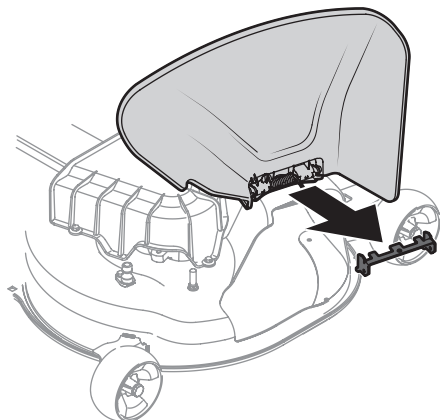

Figure 9
2. Soulevez le déflecteur de la goulotte d'éjection afin de pouvoir dégager et retirer le support d'arrêt. Abaissez le déflecteur de la goulotte d'éjection et jetez le support d'arrêt (Figure 9).